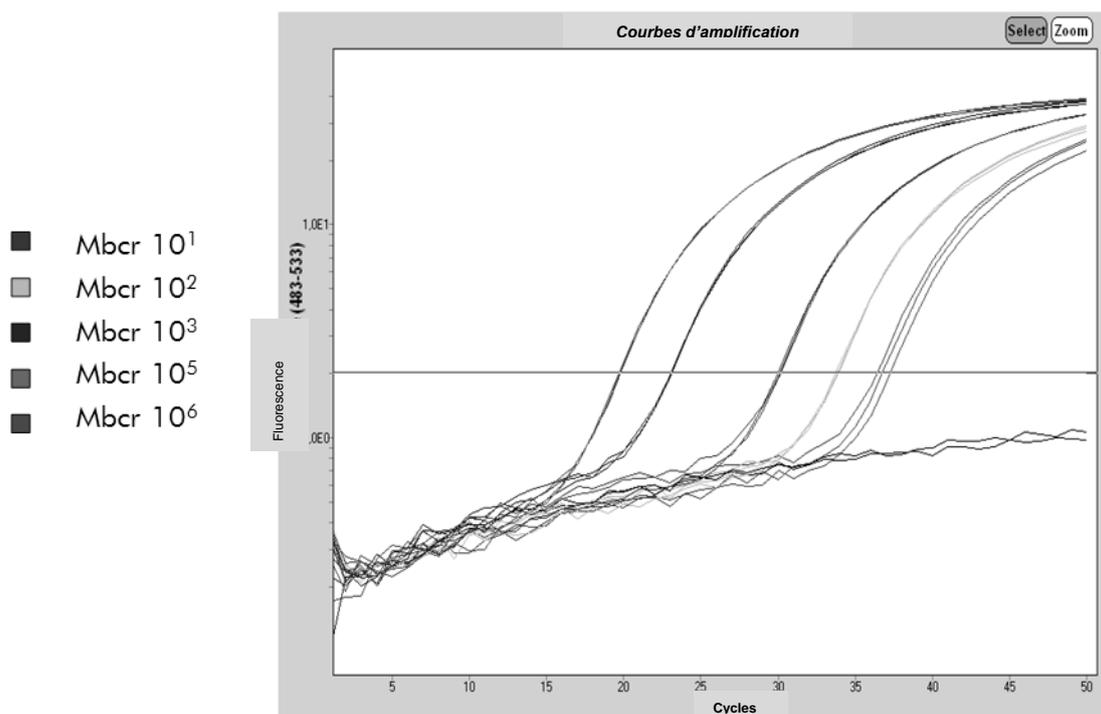

Figure 7. Détection des standards BCR-ABL Mbc (F1-F5). 10¹, 10², 10³, 10⁵, 10⁶ copies/5 μl.
En utilisant des standards ayant un nombre connu de molécules, on peut établir une courbe standard et ainsi déterminer la quantité de cible exacte présente dans l'échantillon. Les courbes standard d'*ipsogen* sont basées sur les plasmides ; nous utilisons 3 dilutions plasmidiques standard pour le gène contrôle (CG) ABL et 5 dilutions standard pour le FG afin de garantir la précision des courbes standard. Les figures 7 et 8 montrent un exemple de courbes d'amplification TaqMan obtenues à l'aide du kit *ipsogen* BCR-ABL Mbc.